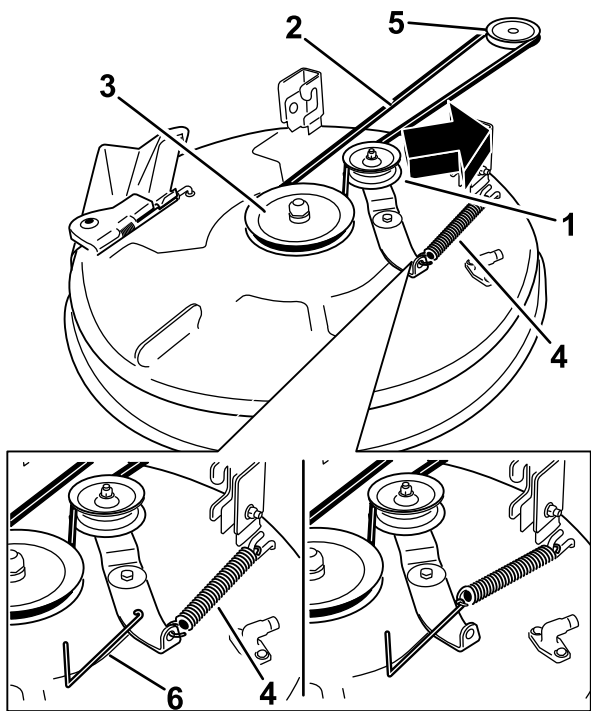

Figura 57
4. Utilize um removedor de molas (peça Toro n.º 92-5771), remova a mola intermédia do gancho da plataforma para retirar tensão da polia intermédia e role a correia para fora das polias (Figura 57).
- Coloque a nova correia em redor da polia do motor e nas polias do cortador (Figura 57).
- Utilize um removedor de molas (peça Toro n.º 92-5771), instale a mola intermédia por cima do gancho da plataforma para colocar tensão da polia intermédia e na correia do cortador (Figura 57).